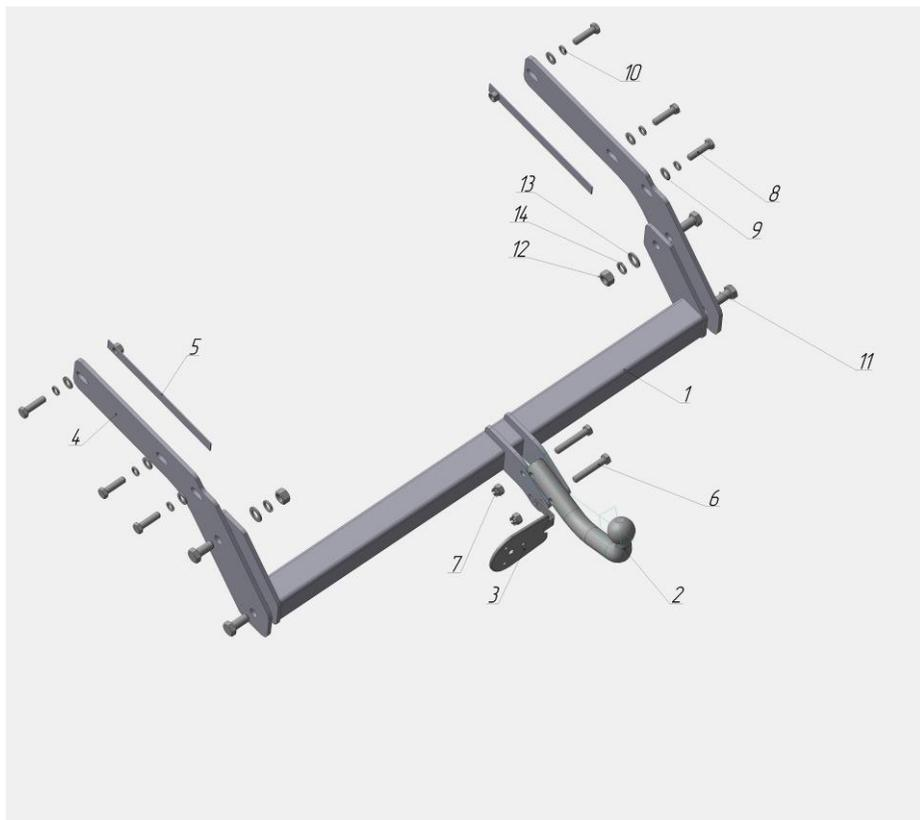

Рис.1
- вывернуть болты крепления кронштейнов трубной защиты и установить кронштейны ТСУ (поз.4 Рис.1) с наружной стороны продольных элементов рамы а/м.